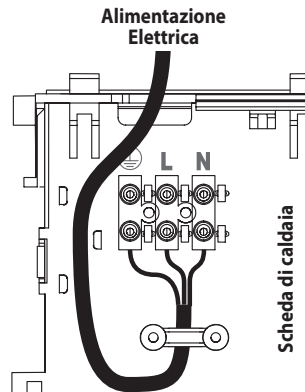

Figura 5.18
- Collegare il cavo di alimentazione elettrica all'interruttore onnipolare rispettando la corrispondenza della linea (filo marrone) e del neutro (filo azzurro) (Figura 5.18).